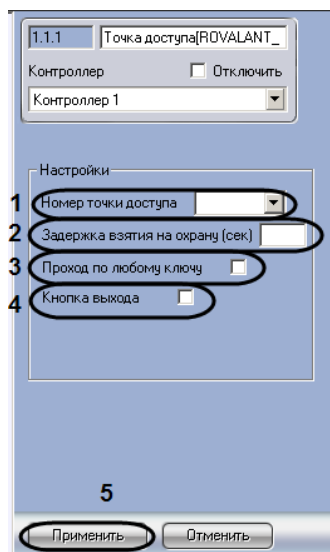

Рис. 3.6—2 Настройка точек доступа для прибора А6
2. Из раскрывающегося списка **Номер точки доступа** выбрать порядковый номер точки доступа (см. Рис. 3.6—2, 1).
3. В поле **Задержка взятия на охрану** ввести время в секундах, определяющее период времени после нажатия кнопки постановки на охрану, в течение которого необходимо предъявить ключ пользователя **Хозяин** для постановки зоны на охрану (см. Рис. 3.6—2, 2).